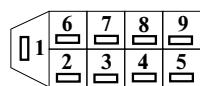

Рис. 1
В европанели в глубине отсека под бортовой компьютер находится 9-ти контактный разъем маршрутного компьютера (MK) Рис. 1. Если на жгуте проводов установлен 9-ти контактный разъем (MK) [папа], вставьте его в разъем (MK) Рис. 1. В "83" высокой торпеде есть 4-х клеммная колодка под бортовой компьютер (4KK) Рис. 3. Она находится внутри консоли в районе гнезда автомагнитолы. Для подключения 4-х клеммной колодки используйте переходник, входящий в комплект. Если провода оканчиваются одиночными контактами, подключите их согласно цветам.